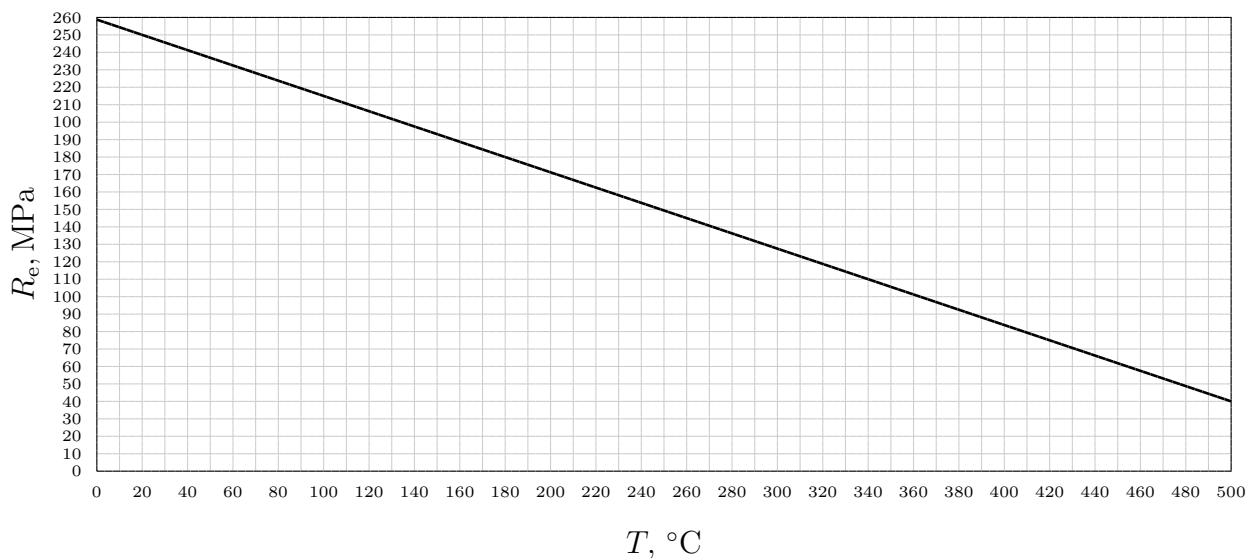

FIGURE 1 – Dépendance de la limite élastique en fonction de la température
- b) Le coefficient de frottement entre la filière et la pièce est de $\mu = 0.1$ et la limite élastique R_e du matériau dépend de la température T de façon plus ou moins linéaire entre $T = 0^\circ\text{C}$ et $T = 500^\circ\text{C}$. Cette dépendance est illustrée sur la Fig. 1.